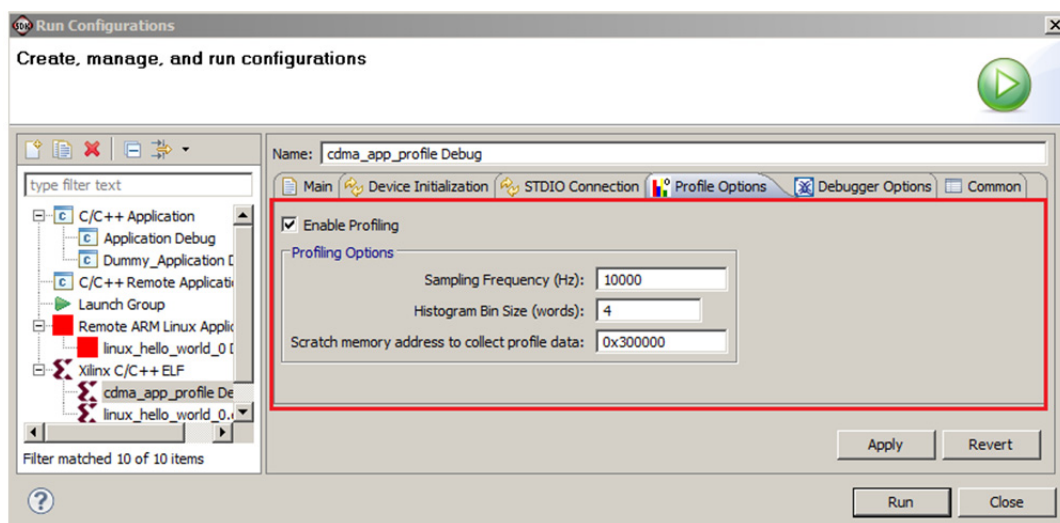

図 7-3: プロファイルを有効にする
- [Profile Options] タブをクリックし、図 7-3 のようにパラメーターを設定します。